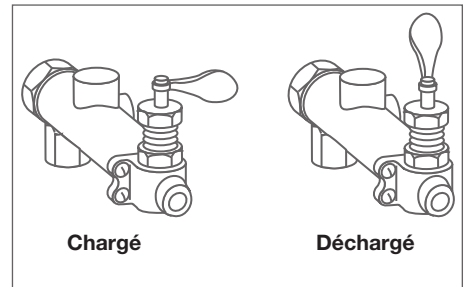

Figure 7 - Robinet de Réglage
4. Avant de démarrer le compresseur, mettre le levier à bascule en position de décharge. Une fois que le moteur a atteint sa pleine vitesse, basculer le levier en position de charge (Voir la Figure 7).